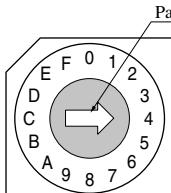

Fig. 1: Interruttore P1
- Se occorre la regolazione, spegnere l'alimentazione e impostare il punto di regolazione P1 (vedere Fig. 1, Tabella). Attivare l'alimentazione. Ripetere questa procedura fino a quando la temperatura di aspirazione è compresa tra 0°C e +5°C.